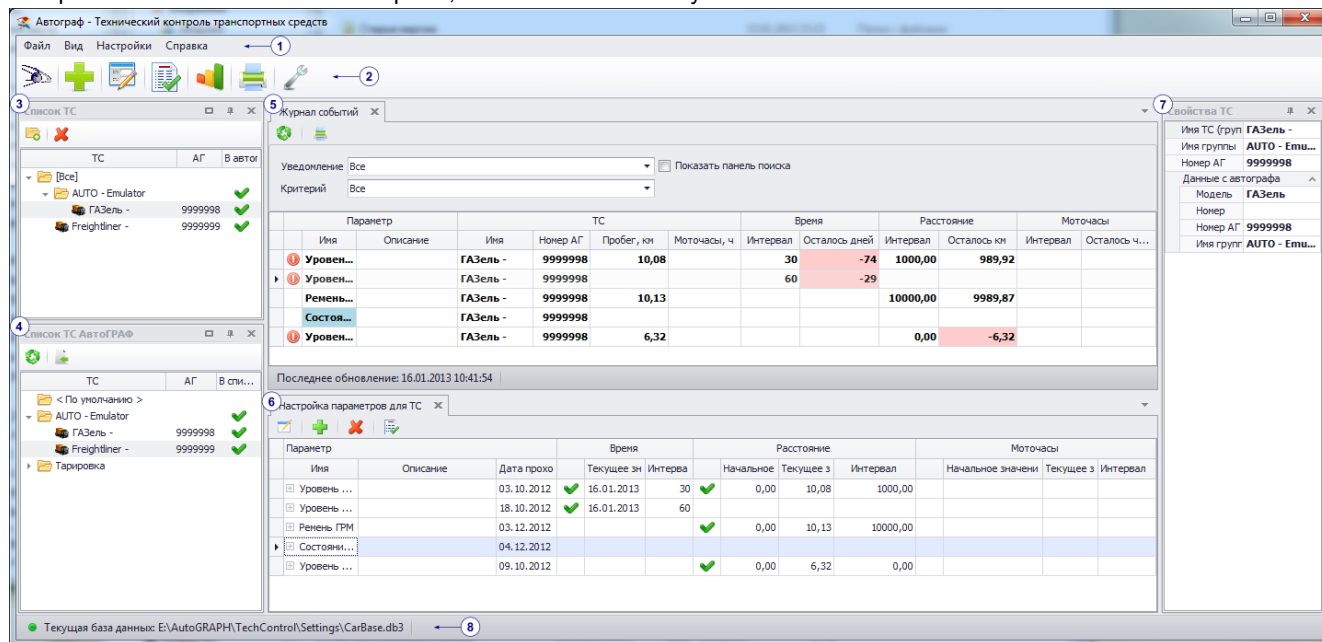

Рис.1 – Интерфейс программы.
- 6. Настройка параметров для ТС.** При выборе ТС из **Списка ТС** (рис.1,п.3) на этой панели отображается список отслеживаемых в программе параметров этого ТС.
- 7. Свойства ТС.** При выборе транспортного средства (или группы) из **Списка ТС** (рис.1,п.3) на этой панели отображаются его свойства.